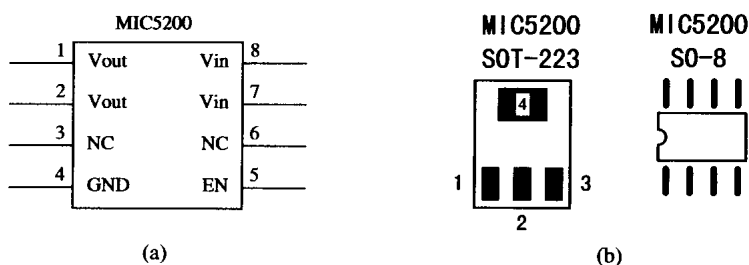

图 1-9 MIC5200 的管脚引线及两种表贴封装图
- (3) 通常情况下能保证输出 100 mA 的电流。
- (4) 静态损耗电流低(输出电流为 100 mA 时,静态损耗电流仅有 1 mA)。
- (5) 输入与输出之间的压差很低(输出电流为 100mA 时,输入和输出之间的压差仅有 200 mV)。
- (6) 输出端的负载由很小变为很大时,具有很好的线性调整率。
- (7) 温度漂移非常小。
- (8) 具有过流和过热门限。
- (9) 低电平微电流关断工作模式。
- (10) 具有程控开/关机功能。
- (11) 具有 SO-8 和 SOT-223 两种表贴封装形式,如图 1-9 所示,可供用户灵活选用。